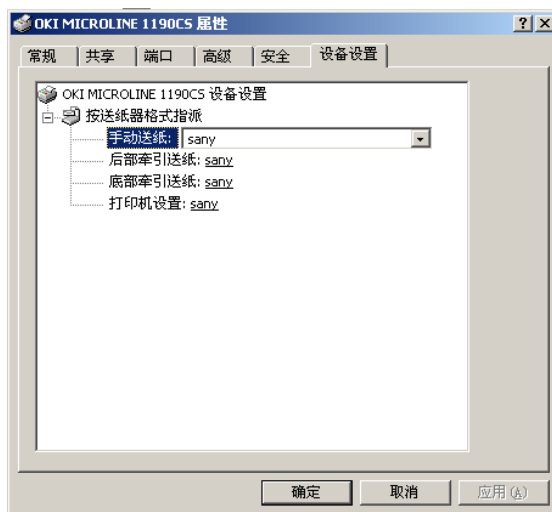

图 2.3.6.1-5 打印机属性设置对话框
2. 进入打印机高级选项对话框。在打印机属性设置对话框上，单击高级按钮，即可进入如图 2.3.6.1-6 所示的打印机高级选项对话框。或者在打印机设置菜单上单击打印首选项，进入如图 2.3.6.1-7 所示的打印首选项对话框，再单击高级按钮，进入如图 2.3.6.1-6 所示的打印机高级选项对话框。在打印机高级